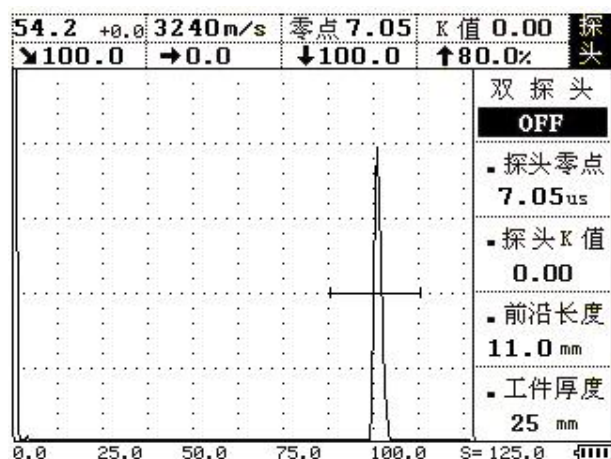

图 4-6
4、校准探头零点：将探头放在试块上并移动，使得R100mm的圆弧面的反射回波到最高。在屏幕的左上角显示声程值，如这一数值不等于100mm，按 **探头** 键进入探头菜单，再按 **▲**（上）或 **▼**（下）键调整到探头零点子菜单，再用 **◀**（左）或 **▶**（右）键调整，使数值等于100mm。或者直接按 **波峰记忆** 键，自动校准探头零点。如图4-6所示此时探头零点校准完毕。